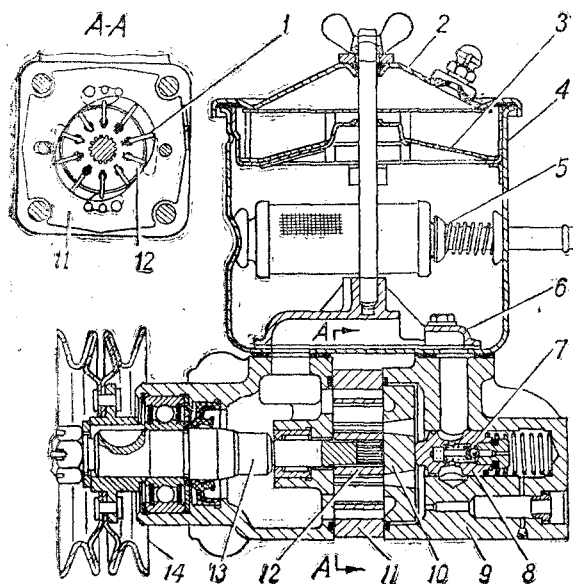

Рис. 46. Насос гидроусилителя рулевого привода:
2. Залить свежее масло в бачок до сетки заливного фильтра 3 (см. рис. 46) и прокачать масло при малой частоте вращения коленчатого вала двигателя, повернув 2—3 раза рулевое колесо до упора в обе стороны без задержки в крайних положениях.